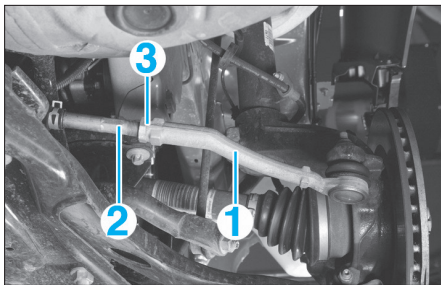

FIG. 5
- Le parallélisme se règle par l'allongement ou le raccourcissement de la longueur des biellettes de direction (1), en les tournant par leur empreinte hexagonale (2), après avoir desserré le contre-écrou (3) (Fig.5).
- Serrer les contre-écrous (3) aux couples de serrage prescrits.